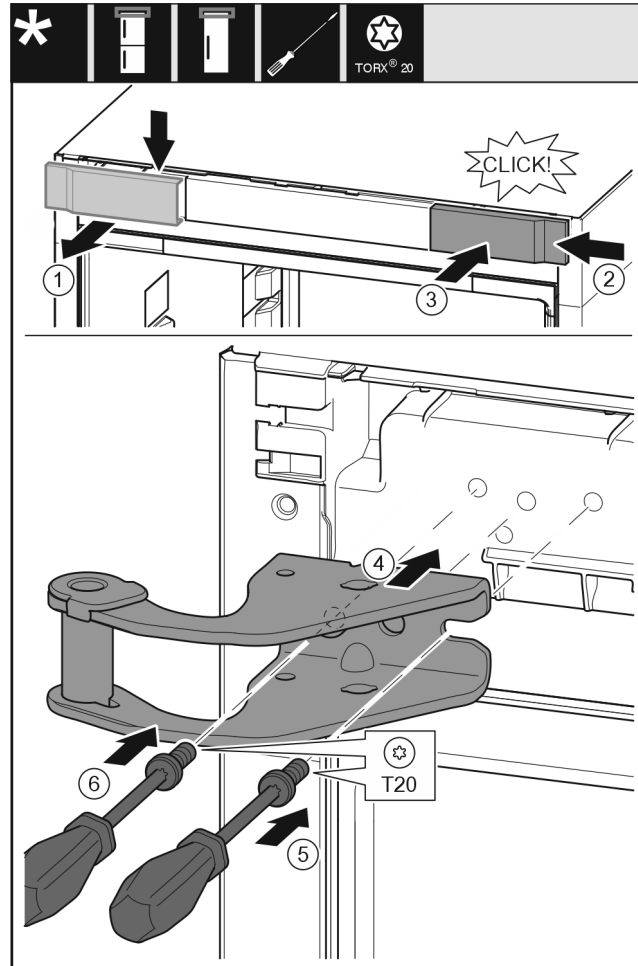

Fig. 9
- ▶ Irrota suojus ylöspäin eteen. Fig. 9 (1)
- ▶ Ripusta suojus paikoilleen 180° käännettynä toiselle puolelle oikealta. Fig. 9 (2)
- ▶ Anna suojuksen lukittua paikoilleen. Fig. 9 (3)
- ▶ Aseta ylempi laakeripukki paikoilleen. Fig. 9 (4)
- ▶ Aseta ruuvi paikoilleen T20-ruuvimeisselillä ja kiristä se. Fig. 9 (5)
- ▶ Aseta ruuvi paikoilleen T20-ruuvimeisselillä ja kiristä se. Fig. 9 (6)